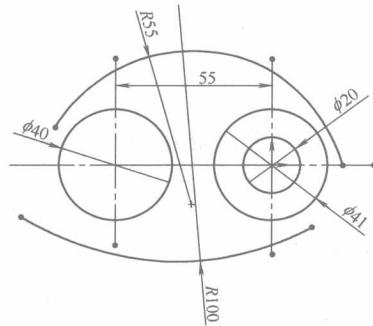

图 1-16
- (1) 单击“新建”图标 ，新建一“零件”文件，并单击“保存”图标 ，保存文件。
- (2) 选择状态树中的“前视”，再选择 ，此时打开草绘工具栏，然后选择 ，打开草绘窗口。绘出圆及圆弧图形，并标注尺寸，如图 1-16 所示。